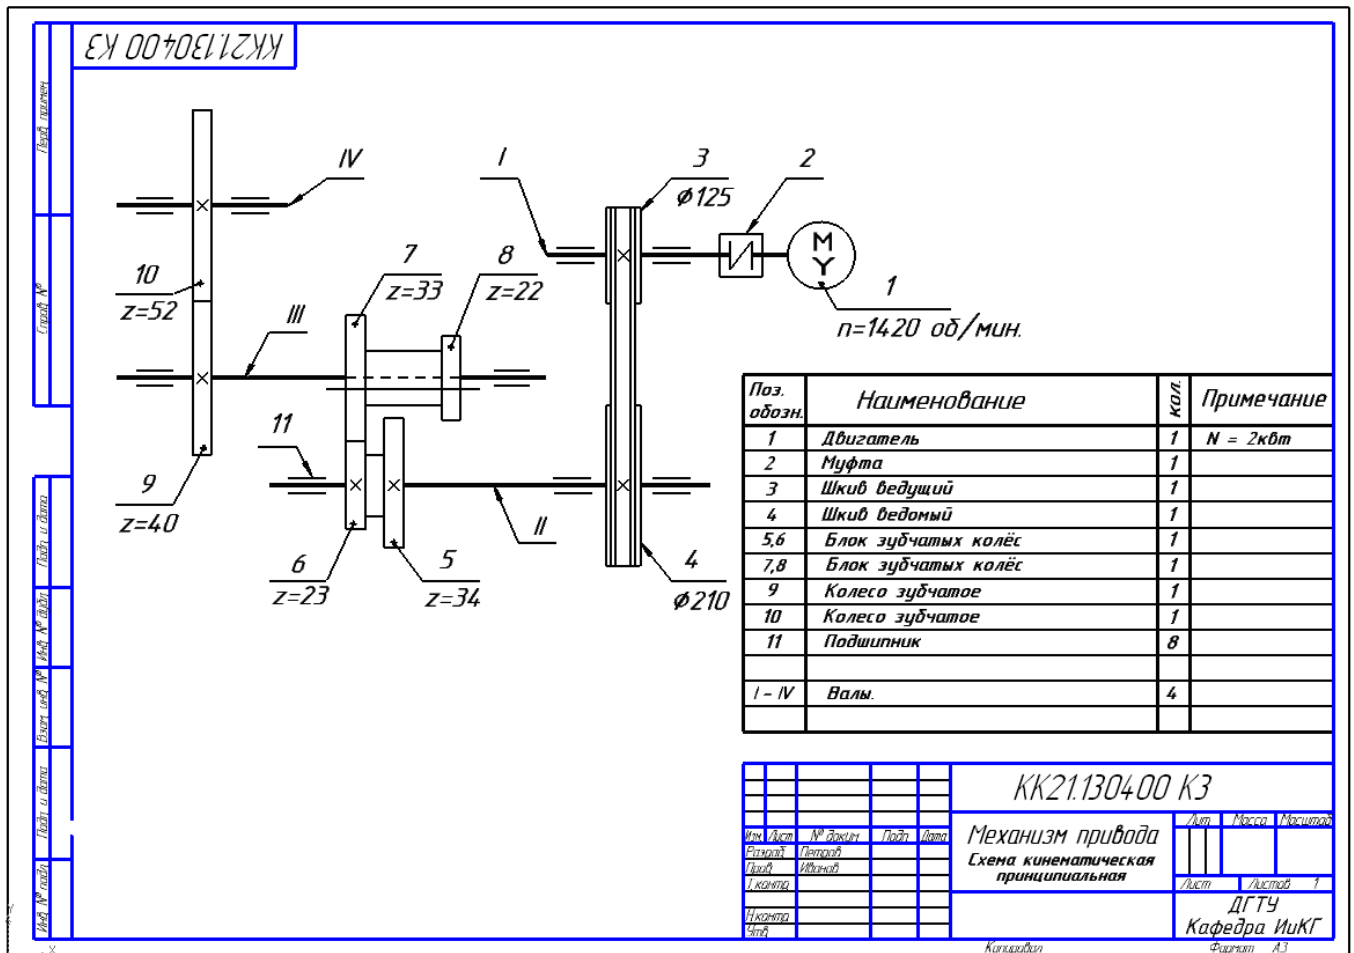

Рис. 12
1. На формате А3, используя условные обозначения элементов кинематических схем (рис. 13), выполнить кинематическую принципиальную схему привода (образец, рис. 12), подставляя значения диаметров шкивов и чисел зубьев шестерён своего варианта. Над основной надписью поместить перечень элементов.